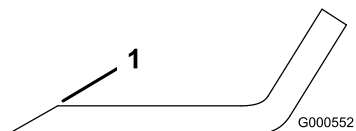
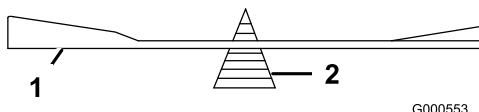

Figura 40
Figura 41
1. Affilate i taglienti da entrambe le estremità della lama con una lima (Figura 40). Rispettate l'angolazione originale. La lama conserva il proprio equilibrio soltanto se viene rimossa una quantità uguale di materiale da entrambi i taglienti.
2. Controllate l'equilibrio della lama posizionandola su un bilanciatore (Figura 41). Se la lama rimane in posizione orizzontale, è bilanciata e può essere utilizzata. Se la lama non è bilanciata, limate del metallo soltanto dalla costa (Figura 40). Ripetete la procedura finché la lama non è perfettamente bilanciata.